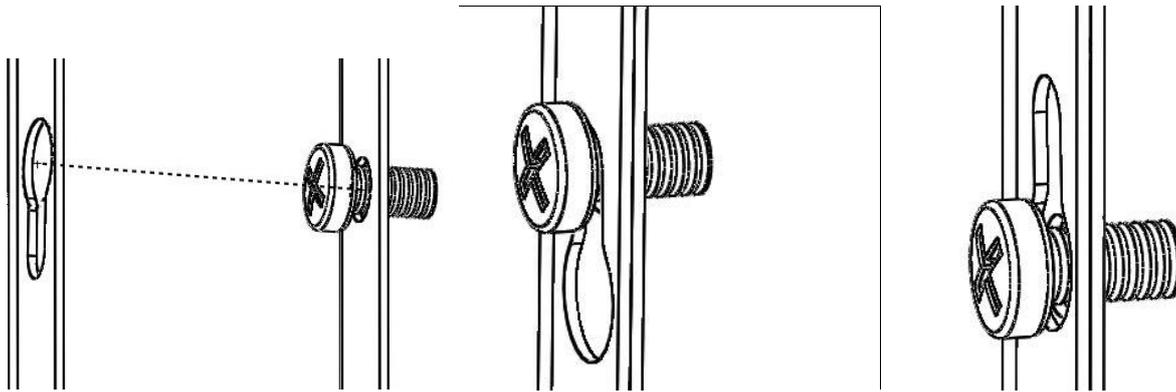

Fig. 10
Assembler les panneaux supérieurs (BGL et BGP) à l'aide de 2 boulons M6 (ŚM6) (fig. 6.3) et les monter sur les boulons M5 du cache-brûleur (OP) comme sur la figure 6.1. 4 boulons M5 (ŚM5) doivent aussi être installés sur les côtés des panneaux supérieurs comme sur la figure 6.2, en laissant environ 2 mm entre la tête du boulon et le panneau supérieur. Ils serviront à fixer la porte supérieure (DG)- schéma sur la figure 10.